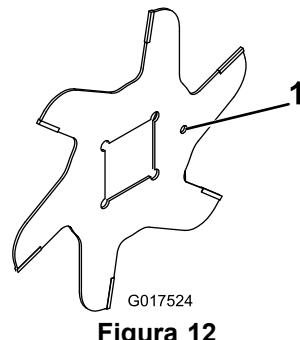

Figura 12
- Monte uma lâmina de cilindro (Figura 12).
- Instale a lâmina seguinte no sentido dos ponteiros do relógio de forma a o orifício de referência (Figura 12) não ficar alinhado com o orifício das primeira lâmina por um furo do eixo.